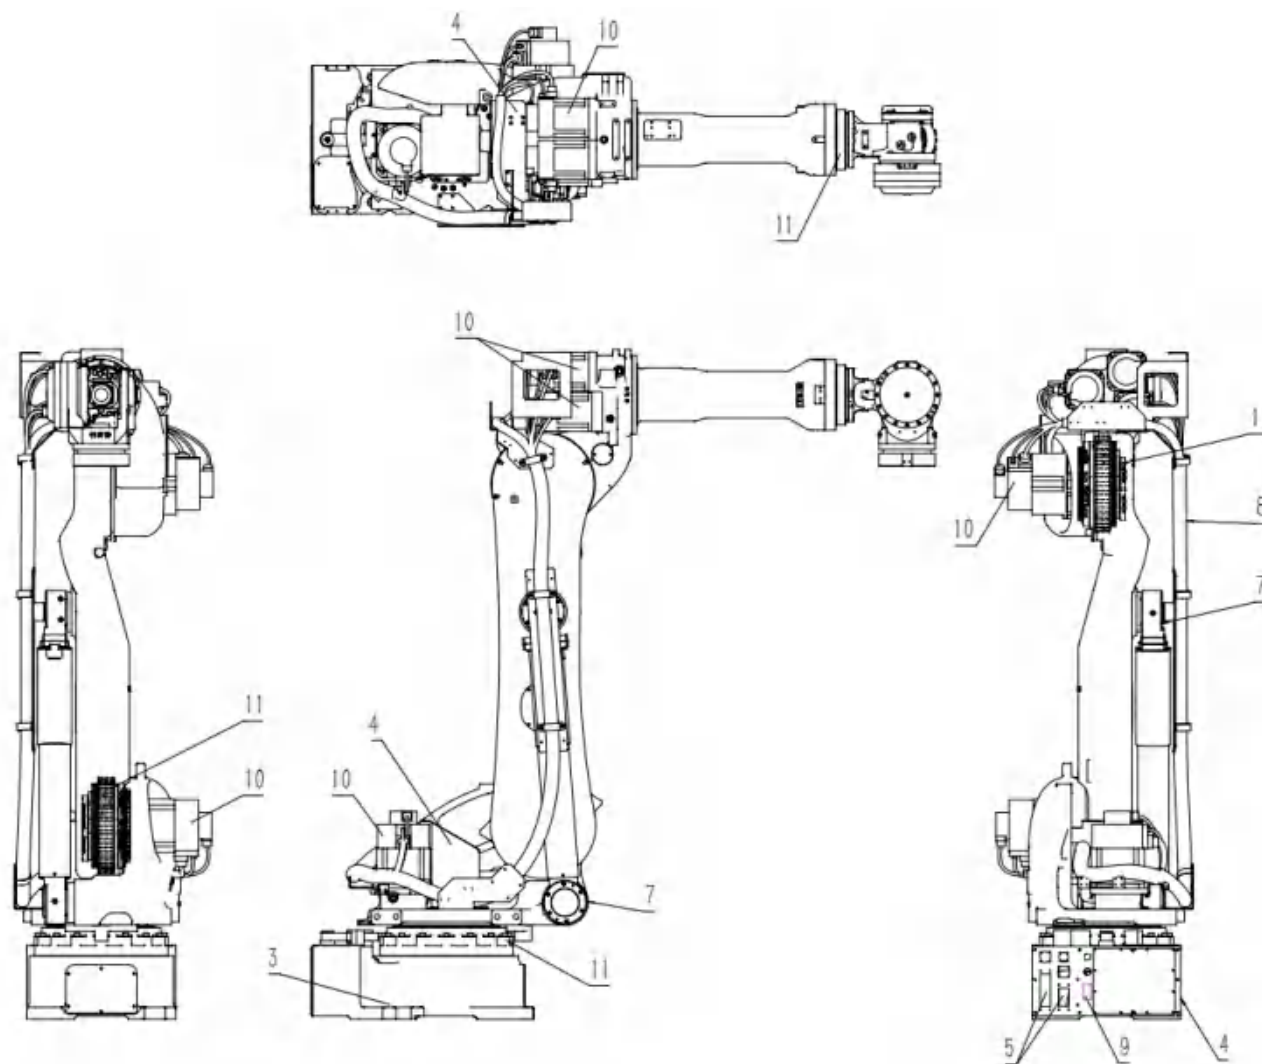

图 9-1: 检修位置与作业编号（原点姿势图）
1. 检修位置请参照「图 9-1 “检修位置与作业编号（原点姿势图）”」。